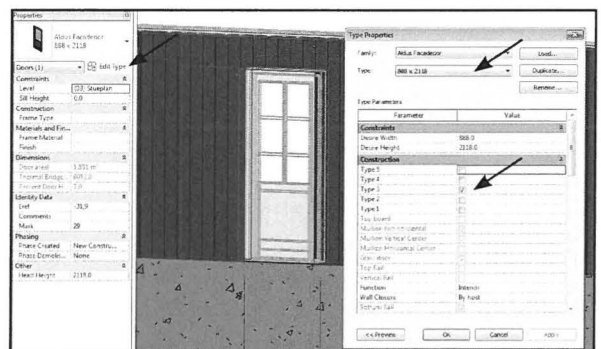
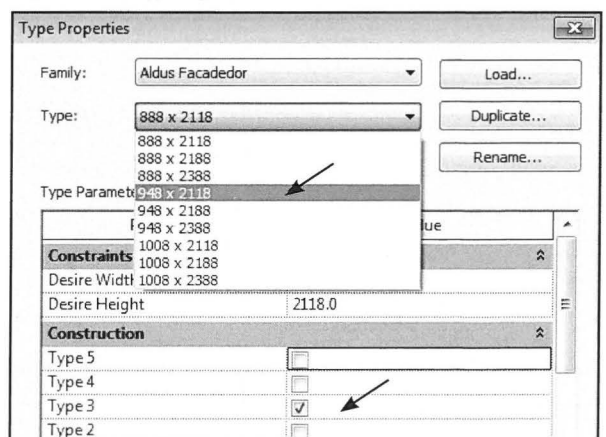

Fig. 08.32. Dørtyper og størrelser.
Fig. 08.33.
- Klik på *Edit Type* og vælg mellem forskellige dørstørrelser og dørtyper. Her er valgt type 3 og størrelse 948 x 2118 (Fig. 08.32 - 08.33)
Der er yderligere forskellige informationer og valgmuligheder, hvis der "skrolles" ned på listen i *Type Properties* (Fig. 08.32 - Fig. 08.33).